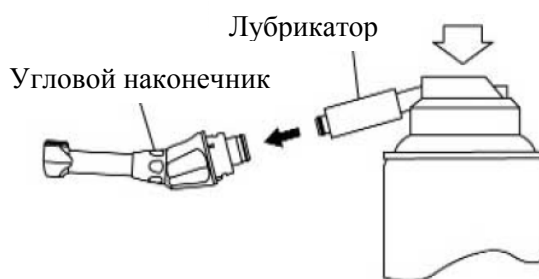

Рисунок 31
- б) вставьте лубризатор в угловой наконечник (см. Рисунок 31);